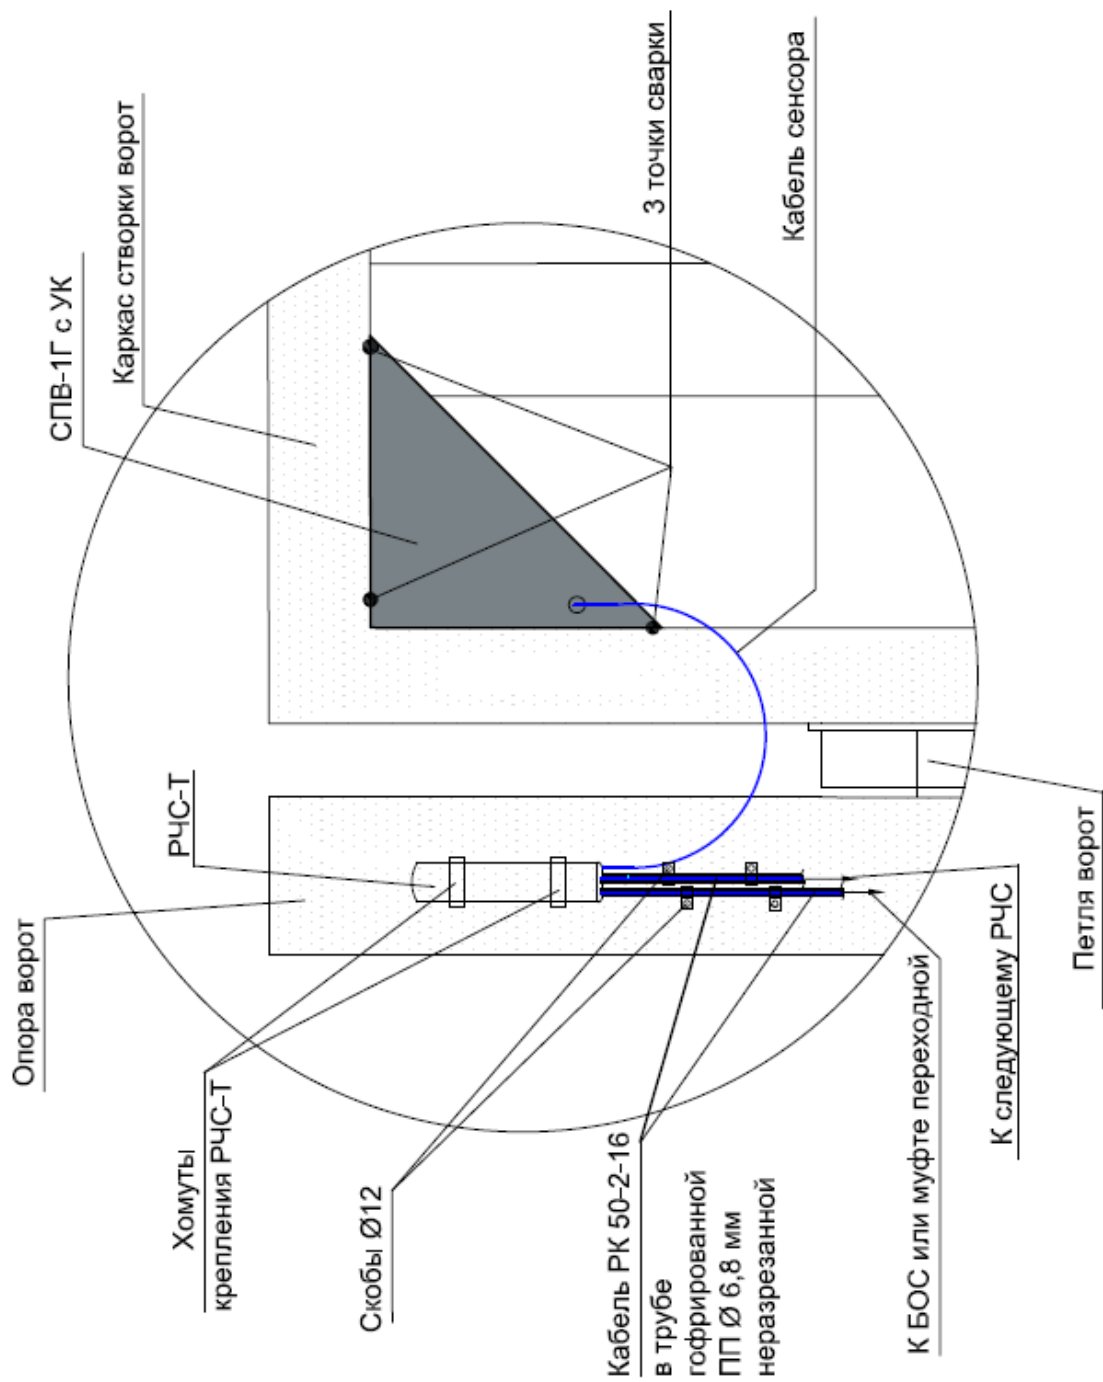

Рисунок 4.35 – Установка сенсора СПВ-1Г с узлом крепления на створке ворот (калитки)
- сенсор расположить в углу створки ворот (калитки) со стороны петли (рисунок 4.35);
- узел крепления сенсора закрепить к каркасу створки методом сварки (рисунок 4.35);
- закрепить РЧС-Т хомутами к опоре ворот (калитки) или каркасу створки ворот (калитки) гермовводом вниз (рисунок 4.35);
- закрепить к опоре ворот (калитки) металлическими скобами металлорукава с кабелем РК (рисунок 4.35);
- один кабель РК подключить к БОС или к муфте переходной (в зависимости от проекта), другой через протяжную коробку к следующему РЧС-Т (рисунок 4.35).